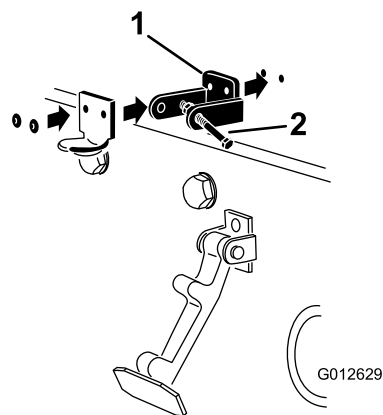

Figura 7
4. Alinee los taladros de montaje y posicione el cierre de seguridad para CE y el enganche del cierre sobre el capó (Figura 7).
6. Remache el seguro de cierre, el cerradero y las arandelas al capó (Figura 7).